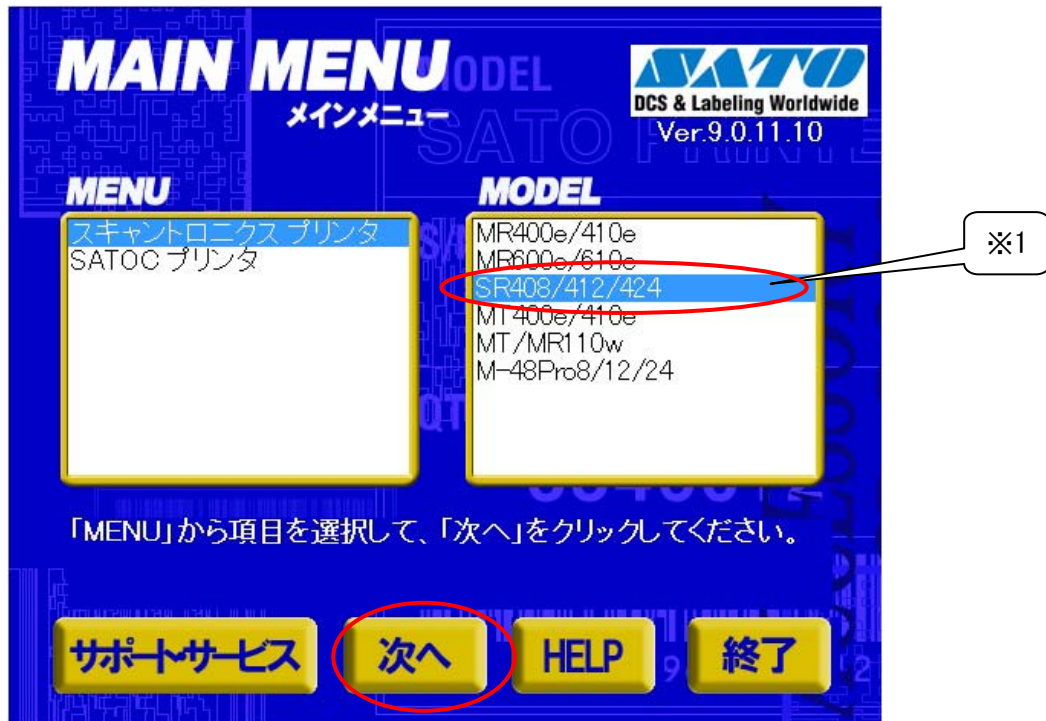

図 2.1 メインメニュー画面
「SATO アクセサリ CD-ROM」を CD-ROM ドライブにセットしてください。自動的に図 2.1 に示す画面が表示されますので、画面中「MENU」で「SR408/412/424」を選択し、「次へ」をクリックします。
- ※2 図 2.1 の画面が自動的に表示されない場合は、アクセサリ CD-ROM 内の「AcclInstall.exe」をダブルクリックしてください。